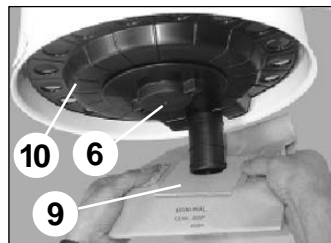

Fig.3
Byte av damppåse och service av filter om monteringsats för damppåse används [fig. 3]: Ta bort damppåsen (9), öppna fästmuttern (6) under filtret, ta bort stödet för damppåsen [hålskivan] (10), lösgör filtret [se punkt 2.2 *Filterservice*].